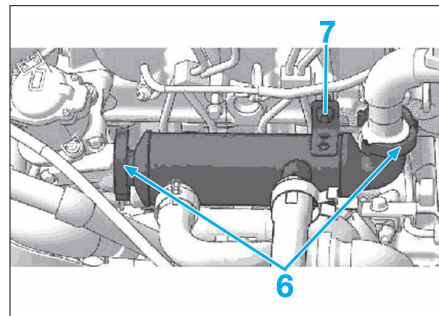

FIG. 45
- Les fixations (6) et (7) (Fig.45).